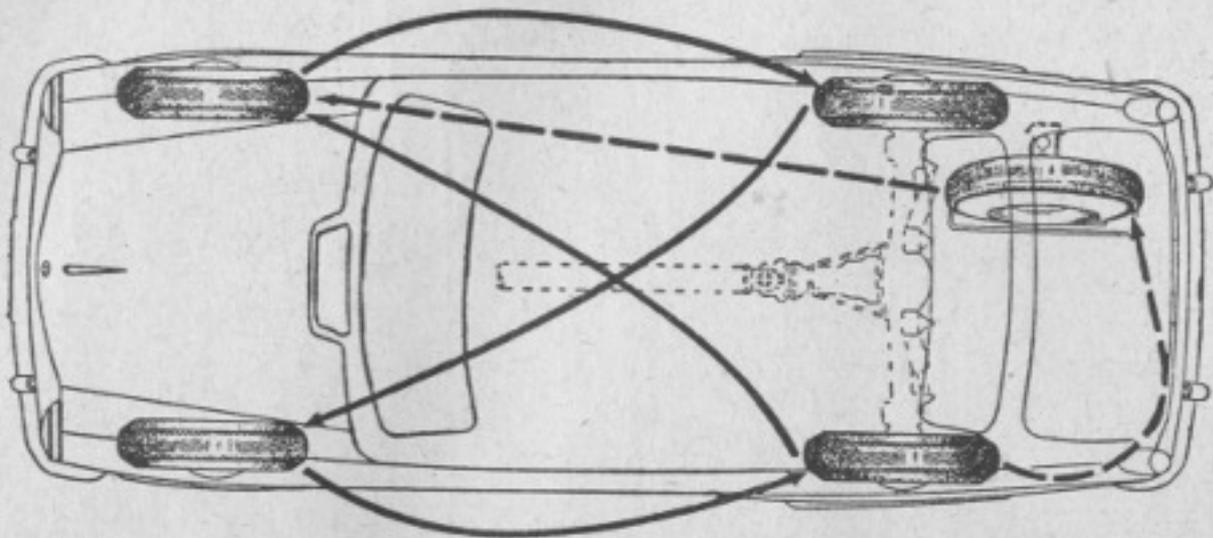

Abb. 46. Schema des gegenseitigen Auswechslens der Räder
21. Die Räder gegenseitig austauschen, wie das auf Abb. 46 gezeigt ist (um einen ungleichmäßigen Verschleiß der Reifen zu vermeiden).